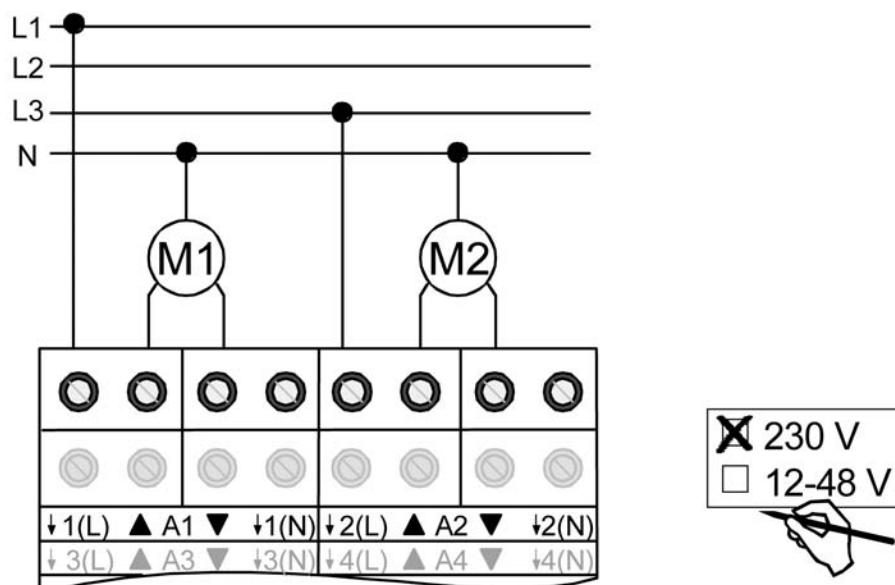

Bild 4: Elektrischer Anschluss für 230 V-Antriebsmotoren
- Antriebsmotoren gemäß Anschluss-Beispiel anschließen (Bild 4).
- i** In der beschriebenen Anschlussart (Bild 4) ist es nicht unbedingt erforderlich, den N-Leiter an den Jalousieaktor anzuschließen. Wenn jedoch Antriebsmotoren mit hochohmigen Fahrtrichtungseingängen (z. B. Antriebe mit elektronischen Endlagenschaltern) angeschlossen werden, ist es erforderlich, auch den N-Leiter an die entsprechende Klemme des Jalousieaktors aufzulegen. Hierzu sind die Angaben der Antriebshersteller zu beachten.